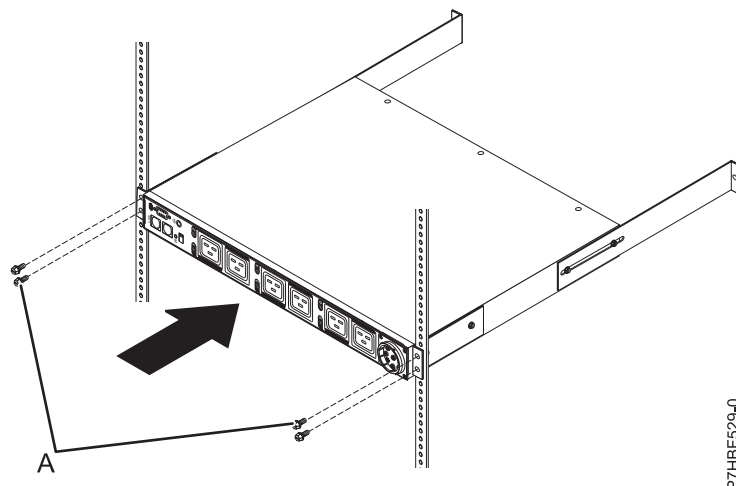

Figure 43. Fixation de l'avant de l'unité PDU+ ou Intelligent Switched PDU dans l'armoire
13. Fixez les crochets de montage longs et le panneau obturateur vide (A) sur l'armoire en procédant comme suit :
- c. Retirez les deux vis M6 (A) si des écrous captifs sont utilisés ou les vis M5 qui fixent l'unité PDU, PDU+ ou Intelligent Switched PDU aux brides de l'armoire.
- h. Alignez l'extrémité du modèle PDU, PDU+ ou Intelligent Switched PDU avec les crochets de montage courts sur l'extérieur des brides de l'armoire. Assurez-vous que les cornières s'alignent correctement avec les brides avant de l'armoire. Dans le cas contraire, marquez et réajustez la longueur des cornières en retirant l'unité PDU, PDU+ ou Intelligent Switched PDU et en répétant les étapes 13b à 13g. Utilisez deux vis M6 (A) si des écrous captifs sont utilisés ou deux vis M5 si des écrous clip sont utilisés pour fixer chaque crochet aux écrous sur les brides arrière de l'armoire.
- j. Alignez le panneau obturateur vide (A) sur l'extérieur des brides de l'armoire, comme illustré dans la figure 43.
- k. Fixez le panneau obturateur aux brides de l'armoire puis au crochet de montage long avec une vis M6 (B) par crochet. Utilisez les vis fournies avec le kit de montage de l'armoire.
14. Fixez les crochets de montage longs et le panneau obturateur vide (A) sur l'armoire en procédant comme suit :
- d. Alignez le panneau obturateur vide (A) sur l'extérieur des brides de l'armoire.
- e. Fixez le panneau obturateur aux brides de l'armoire puis au crochet de montage long à l'aide d'une vis M6 (B) par crochet. Utilisez les vis fournies avec le kit de montage en armoire.